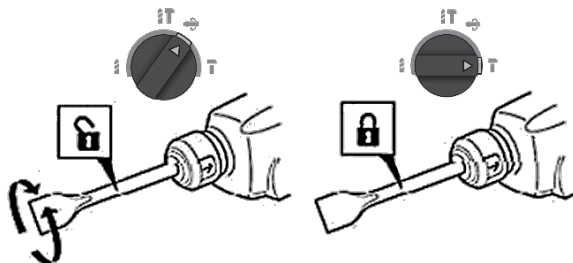

Рисунок 3
3.6 Для вибору й фіксації необхідного положення довбального інструмента (долото, штробник), необхідно (дивіться рисунок 3):